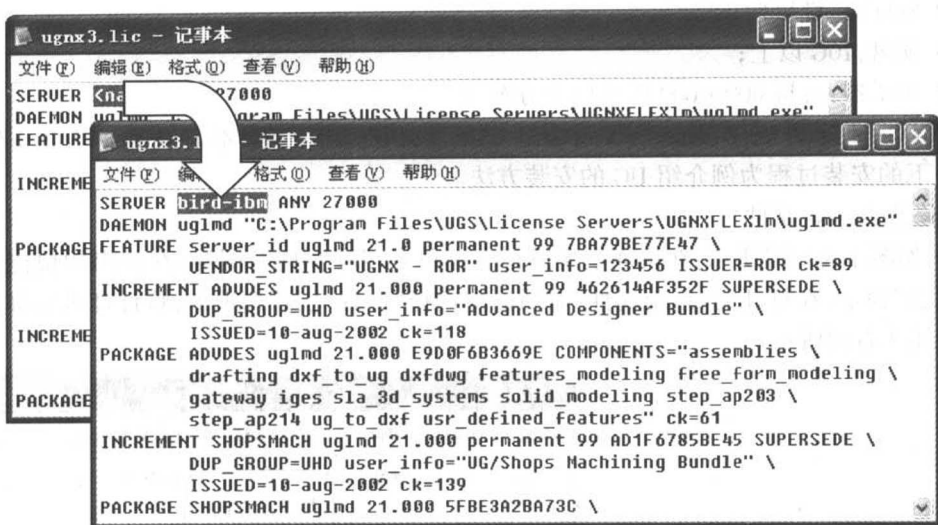

图 1.4 “ugnx3.lic”文件
(2) 进入安装光盘,用记事本打开如图 1.4 所示的“ugnx3.lic”文件。
(3) 将“ugnx3.lic”文件第一行中的 `< name >` 用第一步中抄下的计算机名称替换。例如计算机名称为“bird - ibm”,将原来的“SERVER `< name >` ANY 27000”改为如图 1.4 所示的“SERVER bird - ibm ANY 27000”,修改完后将此文件存入硬盘备用。
需要注意的是,如果改变了 Unigraphics NX FLEXlm 的安装路径,那么在如图 1.4 所示的“ugnx3.lic”文件的第 2 行也要对“DAEMON uglmd”的路径进行相应的设置,建议使用系统默认的路径。